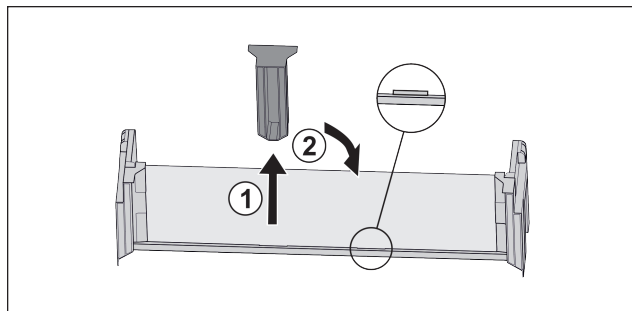

Fig. 30
- Estrarre l'elemento di supporto centrale Fig. 30 (1).
- Inserire l'elemento di supporto centrale sulla seconda posizione Fig. 30 (2).